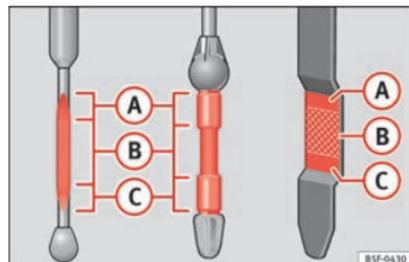

Fig. 175 Asta di misurazione livello olio motore
– In seguito, estrarla di nuovo e controllare il livello dell'olio » fig. 175. Se necessario, rabboccare dell'olio.